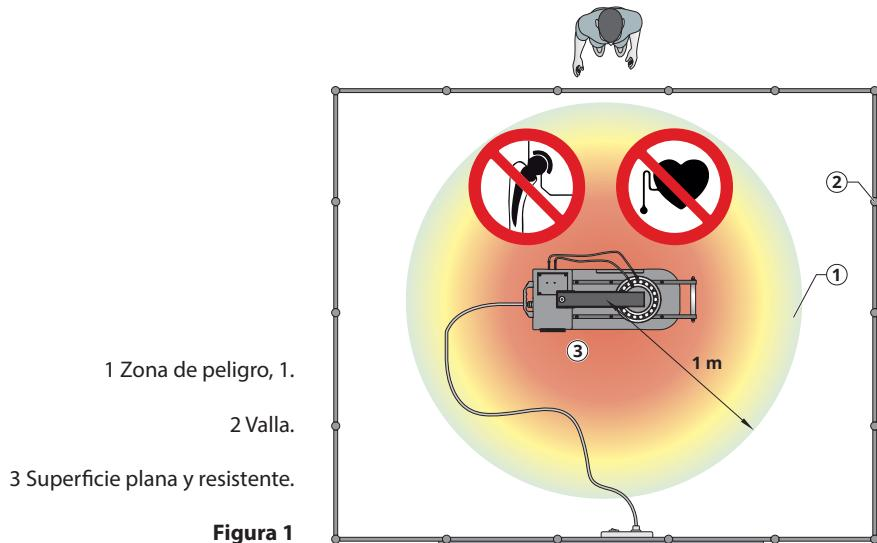

Figura 1
- ¡Puede representar peligro de muerte para las personas que lleven marcapasos debido al campo electromagnético! ¡Asegurarse de que no haya personas con marcapasos en la zona de peligro del dispositivo de calentamiento! ¡Debe colocarse una valla y placas de advertencia bien visibles, figura 1!
- ¡Existe peligro de muerte para las personas con prótesis valvulares de metal; riesgo de quemaduras graves en personas con implantes debido al calentamiento por campo electromagnético, ver sección 2.2! ¡Asegurarse de que no haya personas con implantes ferromagnéticos en la zona de peligro del dispositivo de calentamiento! ¡Debe colocarse una valla y placas de advertencia bien visibles, figura 1!